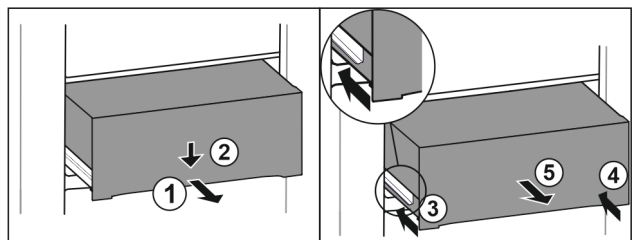

Fig. 112
- ▶ Витягніть ящик на половину. Fig. 112 (1)
- ▶ Спрямуйте висувний ящик вниз спереду. Fig. 112 (2)
- ▶ Вставте ліву рейку приблизно на 2 см. Fig. 112 (3)
- ▶ Вставте праву рейку приблизно на 2 см. Fig. 112 (4)
- ▶ Вийняти висувний ящик рухом вперед. Fig. 112 (5)